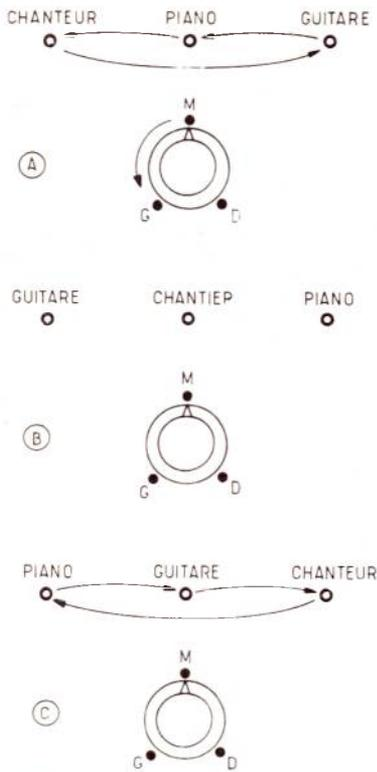

Figure 2
Tout le montage est symétrique. Les effets spéciaux sont obtenus en agissant sur les potentiomètres conjugués R14A - R14B et R15A - R15B. R14A - R14B permet l'effet de rotation et le potentiomètre double R15A - R15B permet l'effet de mélange et de permutation des canaux. Ces potentiomètres doivent être linéaires obligatoirement, pour obtenir correctement les résultats attendus. A la **figure 2** on montre les effets de rotation.
Voyons, ce qui se passe si le bouton est tourné vers les positions extrêmes. En (A) de la **figure 2**, le bouton est tourné à fond dans le sens trigonométrique (opposé à celui horaire). On entend alors les musiciens comme suit : le chanteur se trouve (en apparence) à gauche, le pianiste au milieu et le guitariste à droite.